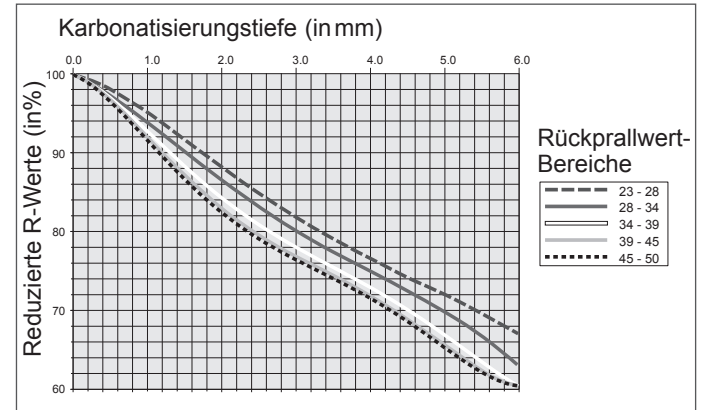

Fig 4.6 Reduktion der Rückprallwerte infolge Karbonatisierung
- Wählen Sie «d» an, und setzen Sie eine Zahl zwischen 1 und 6 für die ermittelte Karbonatisierungstiefe (in mm). Ab Karbonatisierungstiefen über 6 mm geben Sie 6 ein. Der dazu gehörende Reduktionsfaktor wird automatisch gesetzt. Der Rückprallwert kann bis zu 40% reduziert werden (siehe Fig. 4.6)